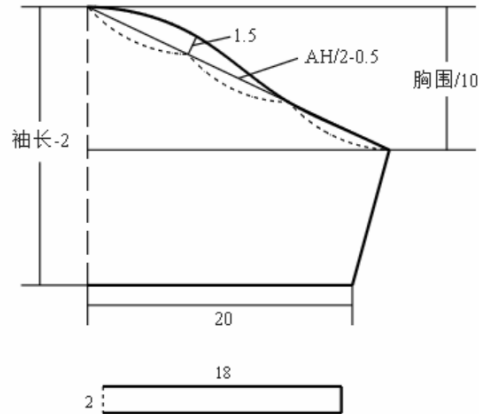

图 4-2-3 袖子结构处理
- ① 用“ (比较长度)”工具测量前、后袖窿长度和，记作“ $AH$ ”。
- ② 按照袖子基本结构设计方法，取“胸围/10”为袖山高尺寸，取“ $AH/2-0.5$ ”为袖山斜线尺寸，按照图 4-2-3 所示完成袖子结构处理。
- ③ 用“ (剪断线)”和“ (橡皮擦)”工具删除不必要线条；用“ (对称)”工具沿袖中线将袖片对称处理。